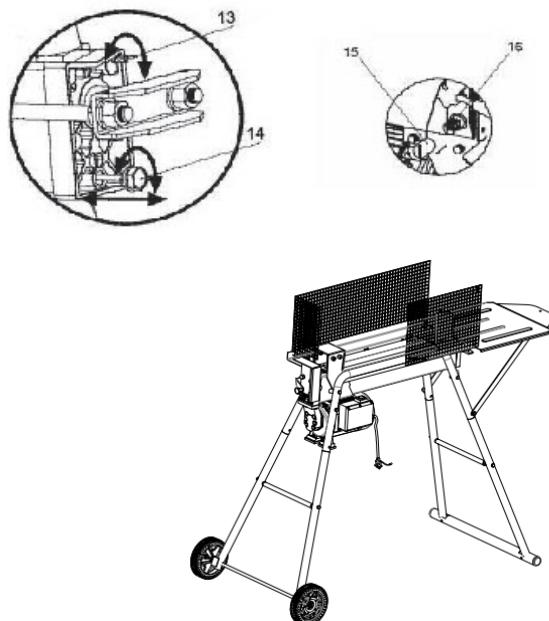

Figura 1
Figura 1 prezintă dimensiunile maxime ale buștenilor care pot fi împărțite.
Pasul 6: Asigurați apărătoarea stângă și apărătoarea dreaptă cu orificiile corespunzătoare ale plăcilor de susținere din stânga și din dreapta folosind combinația de catarame (5) și strângeți-le cu o cheie (a se vedea figura 1).